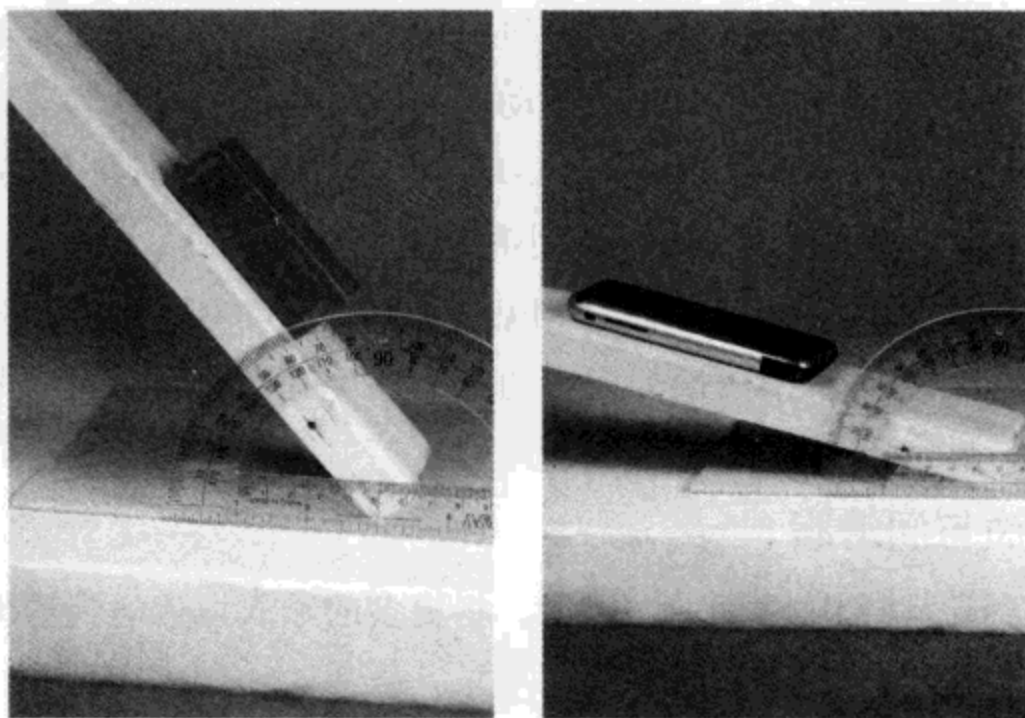

图4.9 摩擦力的测量
- (1) 将量角器的中心与废木板的转轴重合，如图 4.9 所示。
- (2) 将第 1 种物体（水泥砖）放在木板下。
- (3) 增加木板与地面间的角度，当水泥砖滑动时停下来。
- (4) 读取角度值。